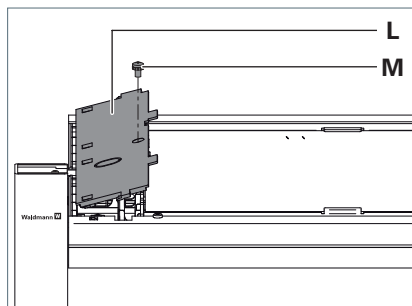

Fig. 6: Monter le recouvrement.
- Placez le recouvrement **L** avec les crochets sur la face inférieure du recouvrement dans les œilletons sur la tête du luminaire et appuyez fermement sur le recouvrement, voir Fig. 6.